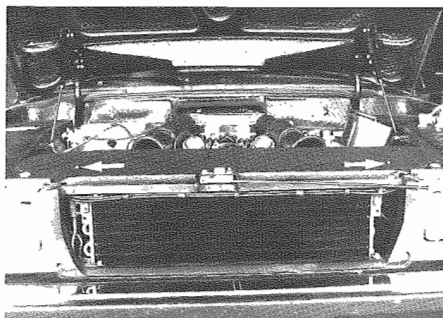

Fig. 7 - Viti fissaggio guaina copriradiatore
- Smontare la guaina copriradiatore (Fig. 7).
- Remove radiator cover protection (Fig. 7).